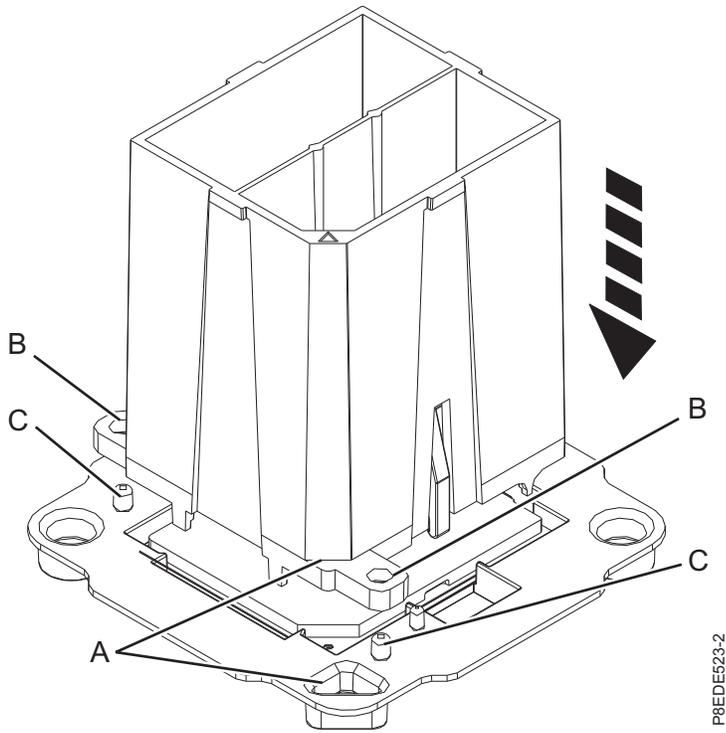
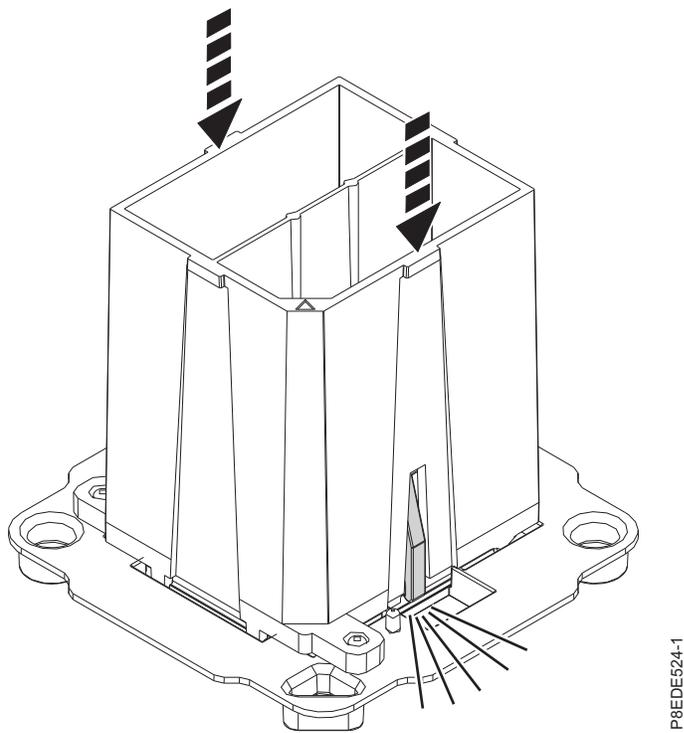

Figure 95. Alignement de l'outil de retrait
Figure 96. Fixation du module processeur système dans l'outil
- a. Retirez le module processeur de remplacement du bac de transport. A l'aide de l'outil de retrait fourni (référence 01AF101), alignez l'angle biseauté (A) de ce dernier avec l'angle biseauté du module, comme illustré dans la figure 95, à la page 88.
- b. Abaissez l'outil sur le module processeur système en vérifiant bien que les deux broches de guidage (C) s'insèrent dans les trous d'alignement (B) de chaque côté de l'outil, comme illustré dans la figure 95, à la page 88. Ensuite, appuyez sur l'outil pour fixer le module processeur système dedans, comme illustré dans la figure 96, à la page 88. N'appuyez pas sur les pattes de déverrouillage de couleur bleue, des instructions ultérieures vous inviteront à le faire.